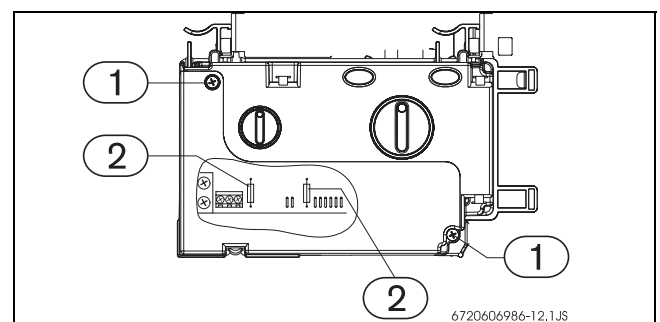

Fig. 21 Caixa de comando
- ▶ Retirar os parafusos da caixa (→Fig. 21, pos. 1) e retirar a tampa.
- ▶ Substituir os fusíveis (→Fig. 21, pos. 2).